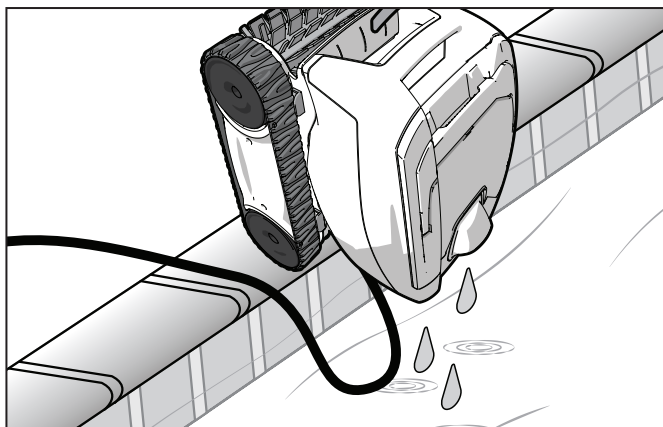

Figure 17. Le maintenir à la verticale pour vider l'eau
2. Tenir le robot nettoyeur à la verticale pour l'égoutter (Figure 17).